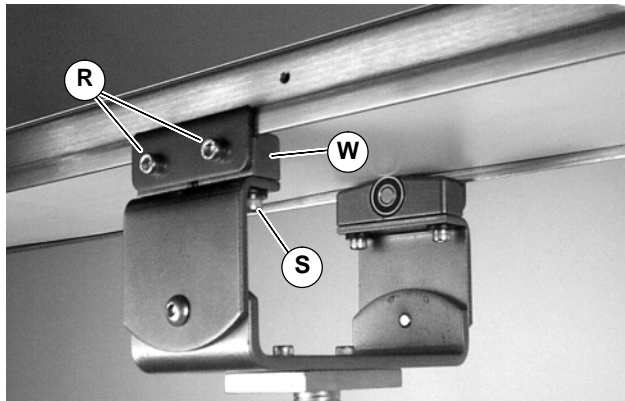

Figure 15
- Die Bausätze (W siehe Abbildung 15) auf dem Förderband installieren. Die Trägerschrauben (R) mit 9 Nm festziehen.